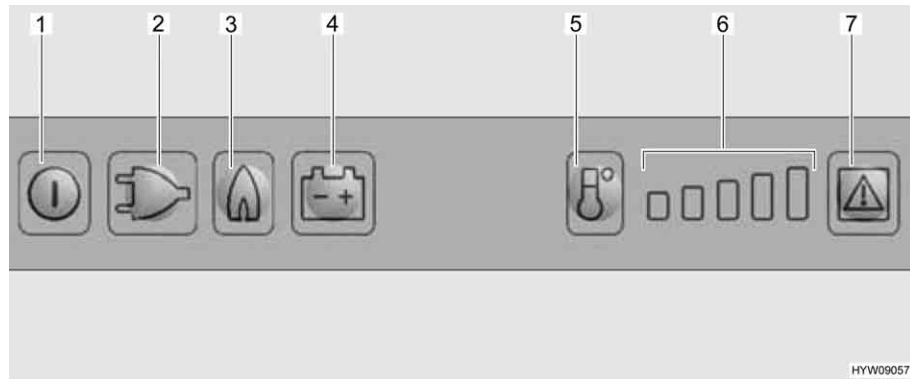

Fig. 209 Elementi di comando del frigorifero
- Premere il tasto On/Off (Fig. 209,1) per circa 2 secondi. Il frigorifero si accende. Si accende il tasto dell'ultima modalità di funzionamento.
- Eventualmente premere il tasto per la modalità di funzionamento "Gas" (Fig. 209,3). Il tasto si accende. L'alimentazione del gas è ora aperta. L'accensione avviene automaticamente. È udibile un ticchettio fino a quando procedura di accensione non è stata portata a termine.
- Regolare la temperatura di raffreddamento con il tasto di selezione dei gradi di temperatura (Fig. 209,5).
- Eventualmente premere il tasto della modalità di funzionamento "230 V" (Fig. 209,2). Il tasto si accende.
- Eventualmente premere il tasto della modalità di funzionamento "12 V" (Fig. 209,4). Il tasto si accende.